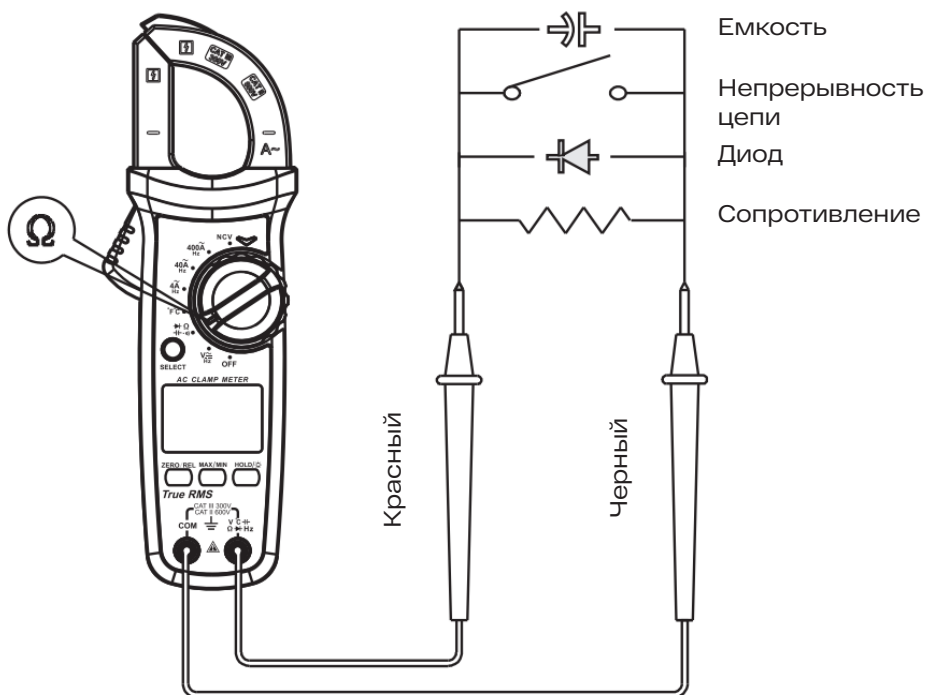

Рис. 4
3. Измерение сопротивления (рис. 4)
4. Измерение проводимости (прозвонка) (рис. 4)
5. Проверка диодов (рис. 4)
6. Измерение емкости (только 01-05-12) (рис. 4)